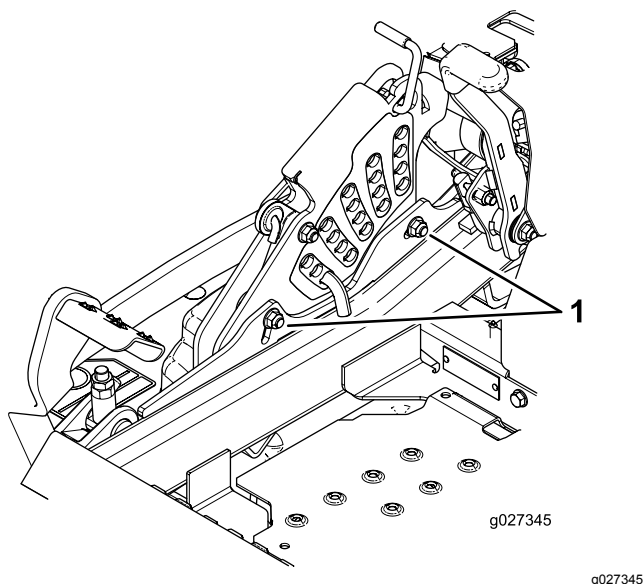

Figure 98
11. Pour régler le système monopoint, desserrez les 2 boulons au bas de la plaque de hauteur de coupe (**Figure 98**).
13. Serrez les 2 boulons au bas de la plaque de hauteur de coupe (**Figure 98**).